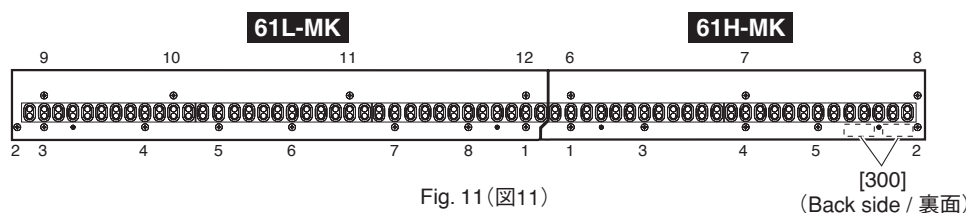

Fig. 11 (図11)
* **When installing the 61L-MK circuit board, tighten the screws 1 through 12 in numerical order as shown in the figure "61L-MK" in Fig. 11. (Fig. 11)**
* **When installing the 61H-MK circuit board, tighten the screws 1 through 8 in numerical order as shown in the figure "61H-MK" in Fig. 11. (Fig. 11)**
* **When replacing the 61H-MK circuit board, remove the cushion (PE) marked [300] attached to the back and repaste it onto the new 61H-MK circuit board. (Fig. 11)**
※ 61L-MK シートを取り付けるときは、図11の61L-MK シートの番号1~12の順にネジを締めてください。(図11)
※ 61H-MK シートを取り付けるときは、図11の61H-MK シートの番号1~8の順にネジを締めてください。(図11)
※ 61H-MK シートを交換する場合は、裏面に取り付けてある[300]のクッション(PE)をはがして、新しいシートに貼り付け直してください。(図11)